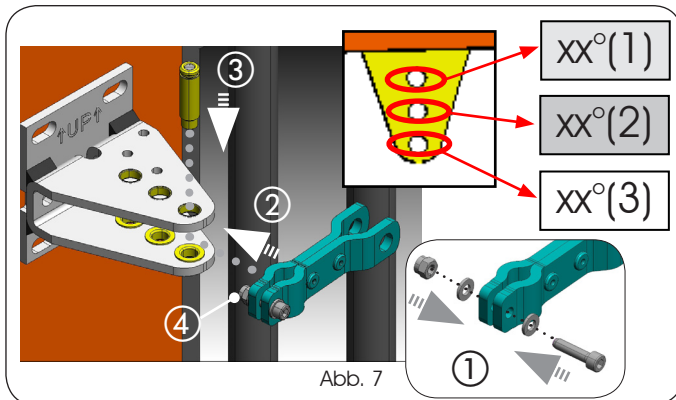

Abb. 7
2. Vormontage des Gabel (Abb. 7 Pos. ①) ohne Anziehen der Mutter. Nach der Definition die Befestigungsbohrung am hinteren Bügel (siehe Tabelle 1, weiße oder graue Felder), montieren Sie die Gabel (Abb. 7 Pos. ②). Befestigen Sie an Ort und Stelle, indem Sie den entsprechende Bolzen zur Verfügung gestellt (Abb. 7 Pos. ③), dann ziehen Sie die Mutter (Abb. 7 Pos. ④).